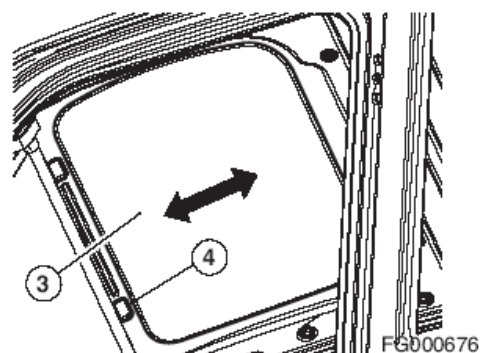

Рис. 145
Солнцезащитный щиток крыши (3, рис. 145) выдвигается вперед и назад. Для движения используются ручки (4), расположенные по бокам.